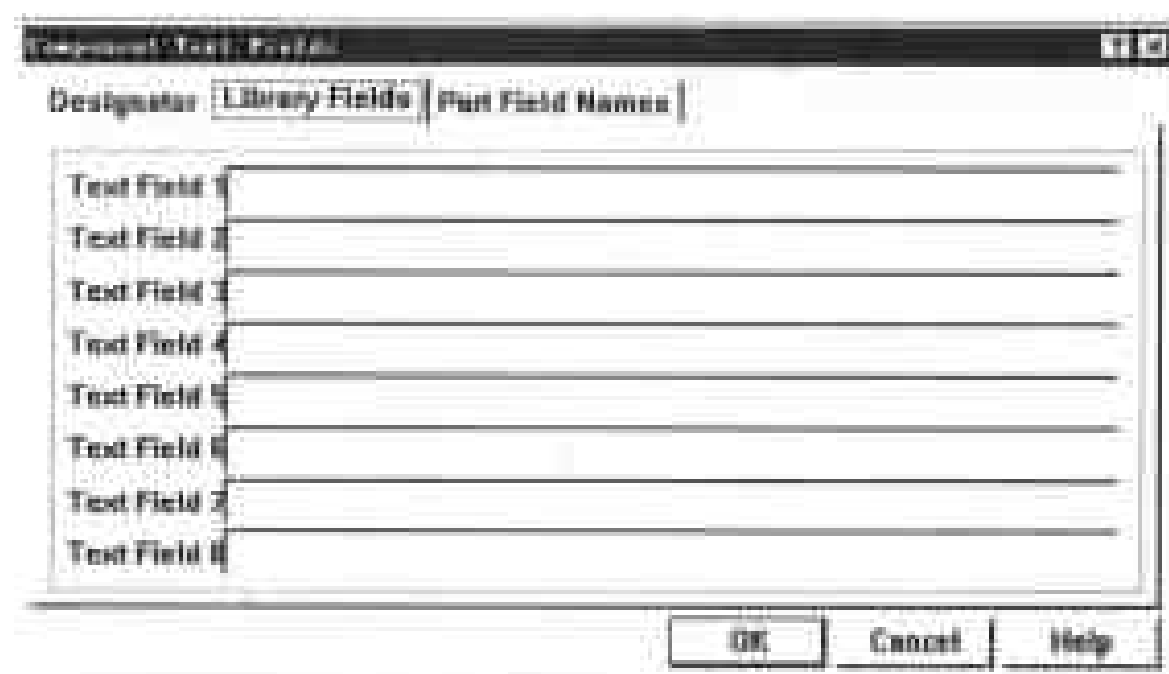

图 3-7 Library Fields 选项卡
2) Library Fields 选项卡。如图 3-7 所示, 它共有 8 个 Text Field 文本栏, 用户可根据自己的需要进行必要的设置, 每个数据栏中最多能够输入 255 个字符。